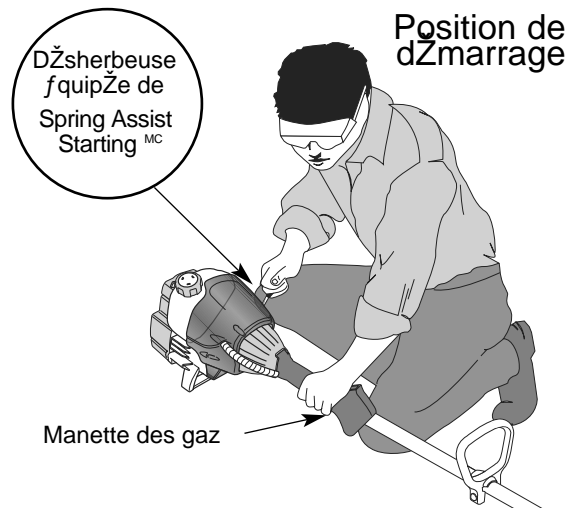

Fig. 11
**AVERTISSEMENT:**  vitez tout d marrage accidentel. Tenez-vous en position de d marrage lorsque vous tirez sur la corde de d marrage (Fig. 11). L'op rateur et l'appareil doivent tous deux  tre en position stable pour  viter des blessures graves.
4. Accroupissez-vous en position de d marrage (Fig. 11), pressez la poign e des gaz et tirez le cordon de d marrage d'ourmouvement contr m  et fermez   5 reprises.